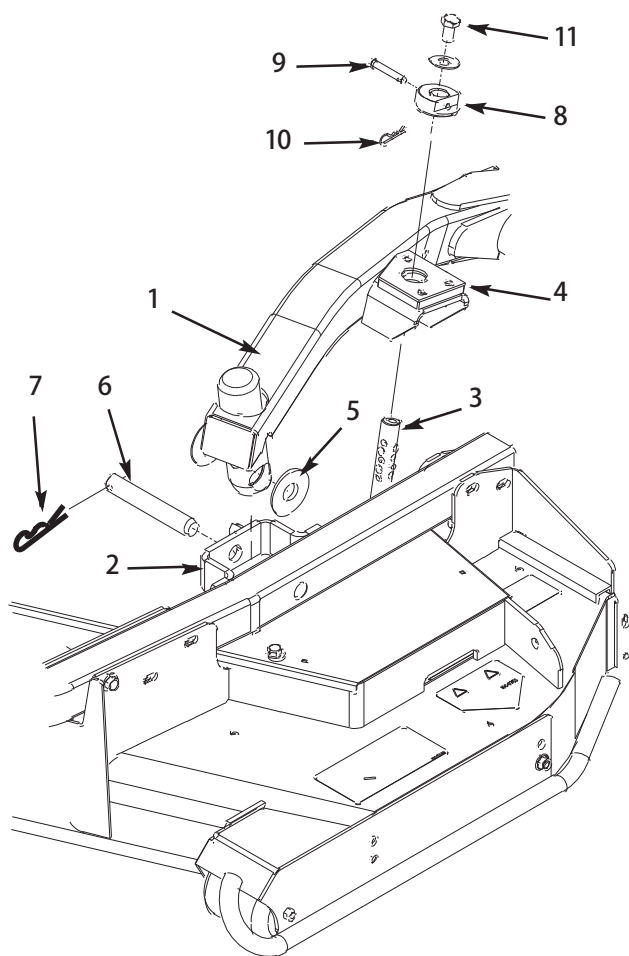

図 29
4. 昇降レバーをフロート位置とする。昇降アームを押し下げて、昇降アームについている穴とキャスト・アーム・ブラケットについている穴を整列させ、昇降アームのパッドに刈高ロッドを挿入できるようにする (図29)。
5. スラスト・ワッシャ2枚、クレビス・ピン、ヘアピン・コッターを使って、昇降アームをキャスト・アームに固定する。スラスト・ワッシャは昇降アームとキャスト・アーム・ブラケットの間に入れる (図29)。コッター・ピンを、キャスト・アーム・タブのスロットに差し込んで固定する。
9. 刈高ロッドに刈高カラーを取り付け、クレビス・ピンとヘアピン・コッターで固定する (図29)。クレビス・ピンの頭をデッキの前に向けておく。
10. 各刈高ロッドの上部に 1/2 x 3/4" キャップスクリューとワッシャを取り付ける (図29)。